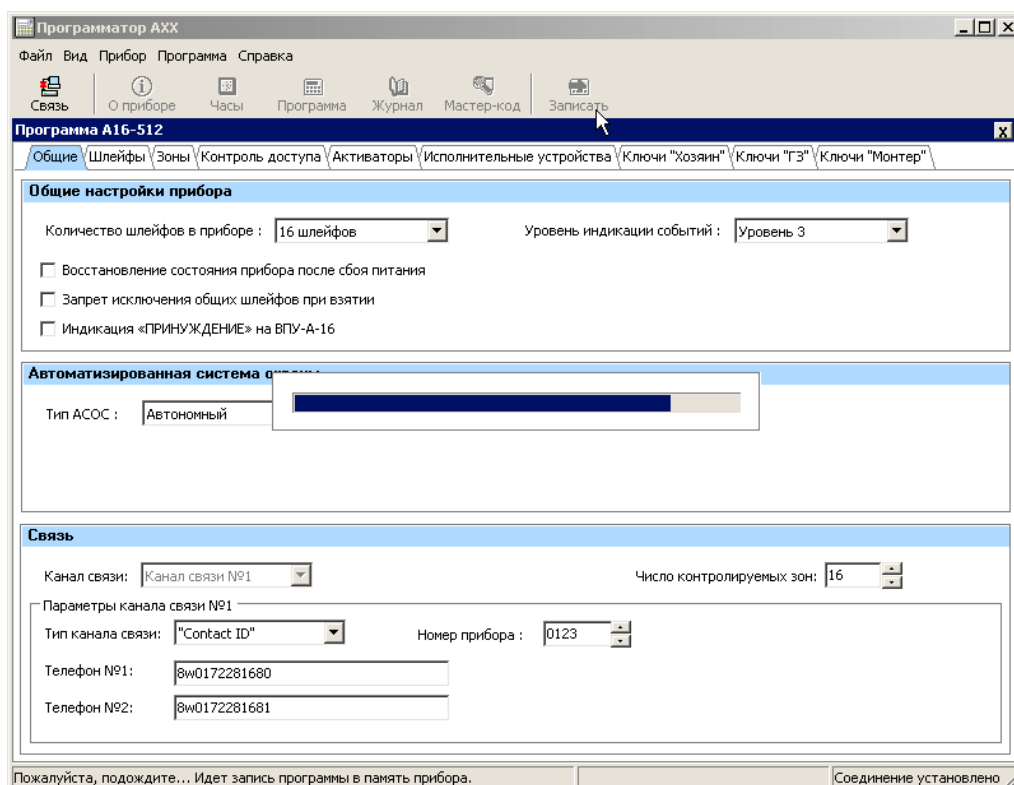

Рисунок 11 – Запись отредактированной конфигурации в память программируемого устройства
2.3.1.7 Сервисная иконка «Записать». Кликнув на иконку «Записать», возможно произвести запись отредактированной конфигурации в энергонезависимую память программируемого устройства, рисунок 11.